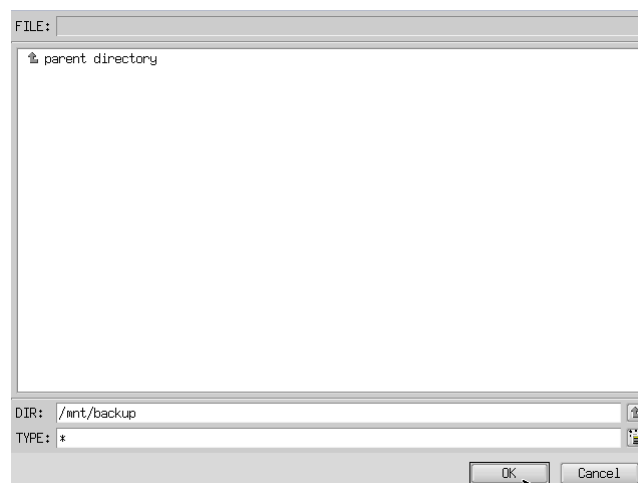

図 6-3-3. フォルダ参照画面
- ⑦ フォルダ参照画面（図 6-3-3）が表示されます。②で接続したメディアは、/mnt にマウントされているので、/mnt 以下のフォルダを選択してください。[OK]を押すとフォルダ選択画面にもどります。